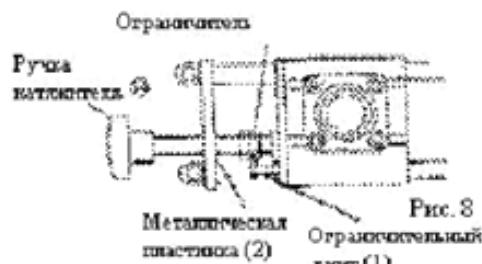

Рис. 8
(натяните нож, поворачивая ручку натяжителя до тех пор, пока ограничитель (1) не войдет в контакт с ограничителем (2), как показано на Рис.8, стр.4).